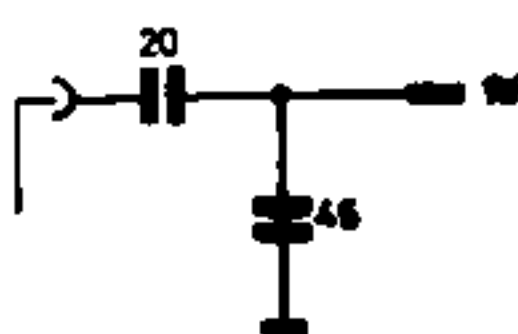

Fig. 8
6. Beim AM-Abgleich künstliche Antenne, Fig. 8 verwenden.